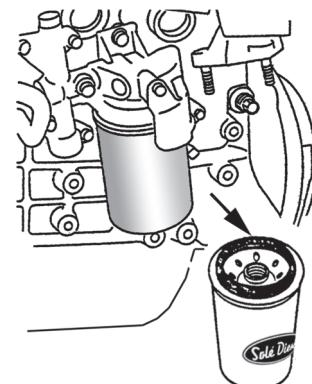

Fig. 7.2.1 - Abb.7.2.1
-Cambio del filtro de aceite (Fig. 7.2.1):
-Change oil filter (Fig. 7.2.1):
-Changer le filtre à huile (Fig. 7.2.1):
- **Cambio del filtro dell'olio** (Fig. 7.2.1.):
- **Auswechseln des Ölfilters** (Abb. 7.2.1.):